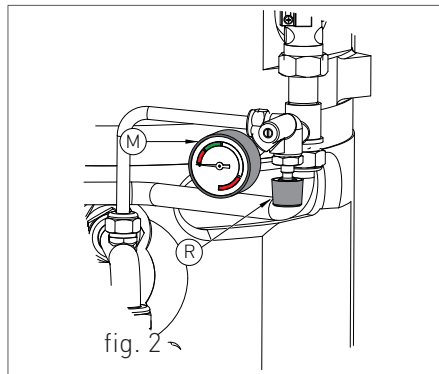

fig. 2
- aprire il rubinetto di carico "R" (fig. 2);
4. controllare attraverso il manometro "M" (fig. 2) che la pressione dell'impianto raggiunga 1.2 bar, corrispondente alla metà della zona verde 'ZV' (fig. 4);
5. ad operazione avvenuta, assicurarsi che il rubinetto di carico "R" (fig. 2) sia ben chiuso.